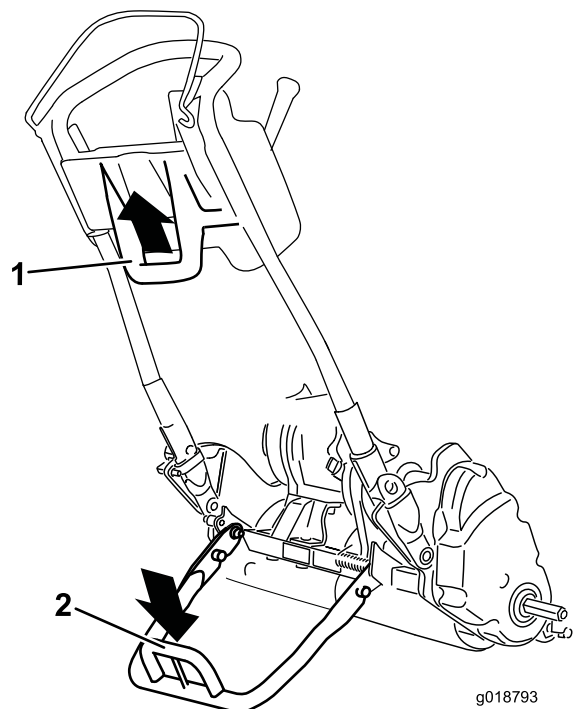

Figure 28
- Pour utiliser la béquille afin de monter les roues de transport, abaissez la béquille au sol et posez le pied sur l'arceau tout en tirant vers le haut et l'arrière par la poignée centrale inférieure (Figure 28).